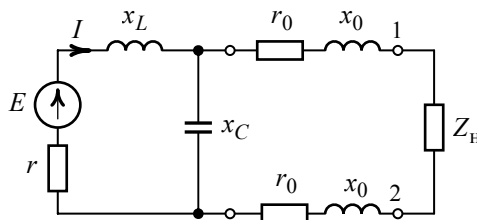

Рис. 8.12
Для цепи (рис. 8.12) определить ток в нагрузочном сопротивлении Z_H при условии выделения в нем максимальной мощности, установить максимально возможную мощность. Определить КПД системы передачи электрической энергии от источника в нагрузку.
7. Рассчитаем мощность, доставляемую источником \underline{E} (рис. 8.12):